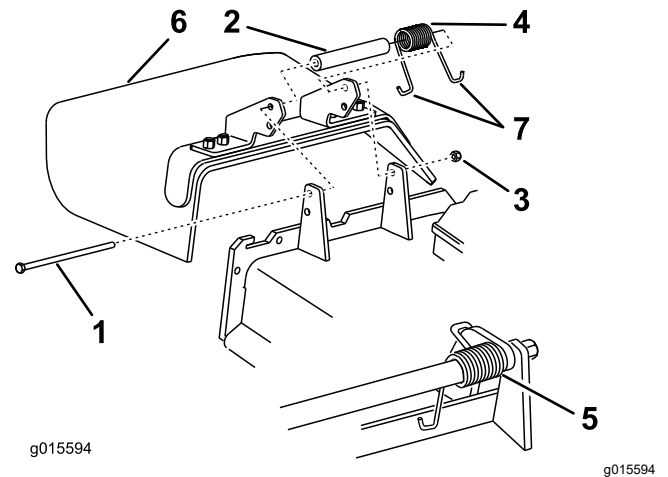

Figura 100
1. Retire la contratuerca, el perno, el muelle y el espaciador que sujetan el deflector a los soportes de pivote (Figura 100).
2. Retire el deflector de hierba dañado o desgastado (Figura 100).
Nota: Asegúrese de colocar un extremo con gancho en J del muelle detrás del reborde de la carcasa antes de instalar el perno, según se muestra en Figura 100.
6. Coloque 1 extremo en J del muelle alrededor del deflector de hierba (Figura 100).